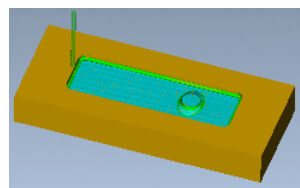

图 3.17.8 运行结果
Step1. 在设计树中选中  选项，右击，在弹出的快捷菜单中选择 材料移除模拟 命令，系统弹出“VERICUT 7.1.5 by CGTech”窗口，单击  按钮，运行结果如图 3.17.8 所示。